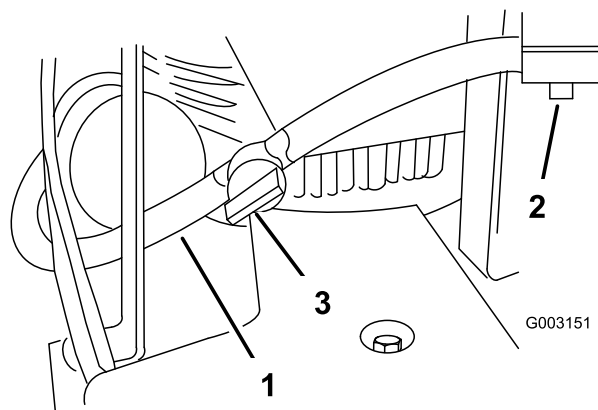

Figura 5
- Retire el tapón rojo del extremo del tubo de combustible y del extremo del codo del depósito de combustible (Figura 5).
- Deslice el extremo del tubo de combustible sobre el codo (Figura 5).
- Sujete el tubo de combustible con la abrazadera del tubo de combustible (Figura 5).